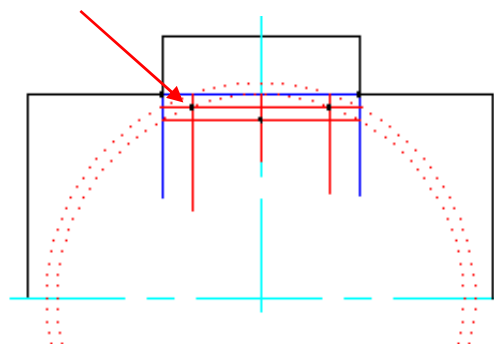

Рис. 3.20
**Шаг 3.** Провести горизонтальный отрезок из точек пересечения окружности с вертикальным цилиндром (одна точка показана на рис. 3.20 стрелкой).
**Шаг 4.** Провести два вертикальных отрезка из точек пересечения окружности с горизонтальным цилиндром (рис. 3.20).
**Шаг 6.** Построить еще одну вспомогательную окружность, касательную к горизонтальному цилиндру, и найти самую нижнюю точку на линии пересечения цилиндров (рис. 3.20).